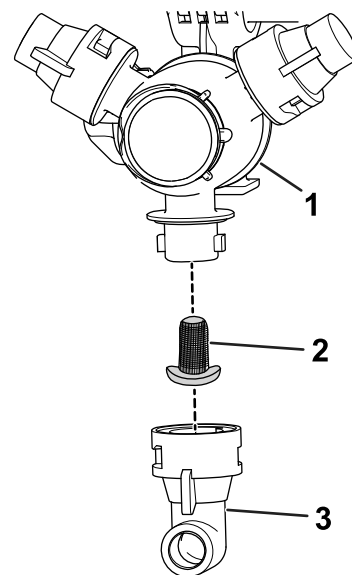

Figure 24
2. Déposez la buse de la tourelle de pulvérisation (Figure 24).
3. Déposez le filtre de buse (Figure 24).
5. Montez le filtre de buse (Figure 24).
6. Montez la buse sur la tourelle de pulvérisation (Figure 24).